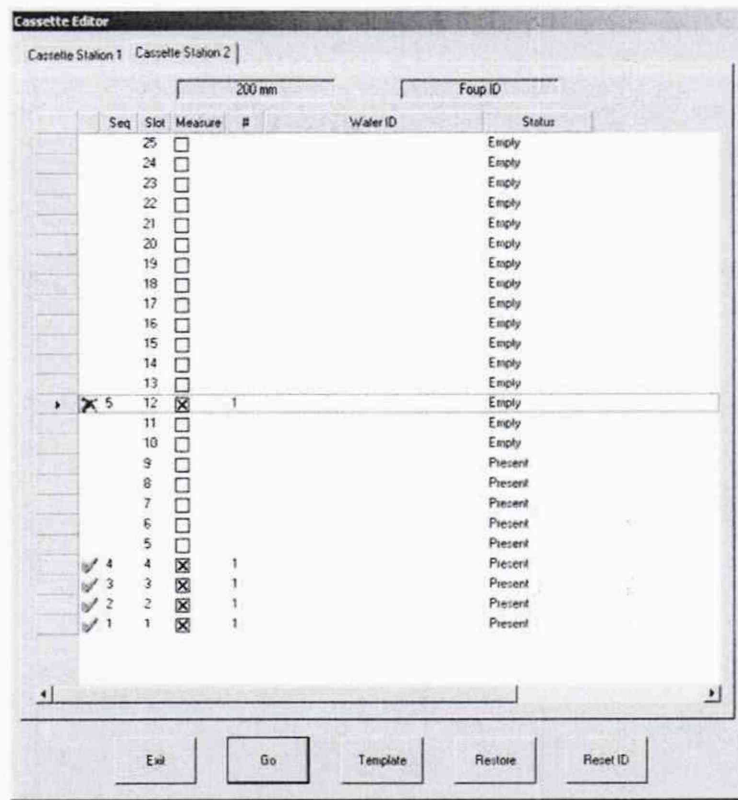

Рисунок 12
8.7.12 Проверьте номер паза пластины для измерения или измените порядок измерения пластин, для чего нажмите на пазы с пластинами для измерения. В чек - боксах появятся крестики (рисунок 12).
8.7.13 Нажмите Go (рисунок 12).